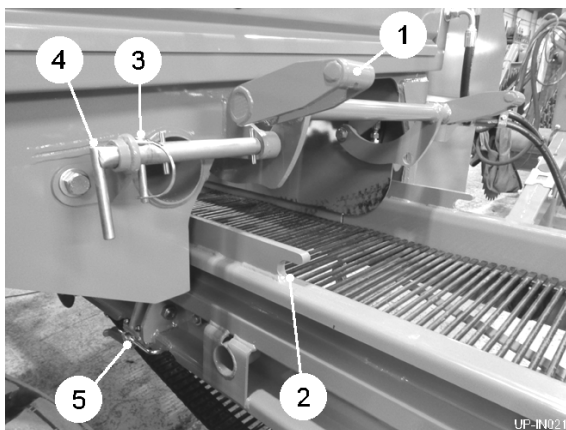

Fig 15
2. Når den er vandret, skal du løsne låsearmen (item 1, fig 15) fra krogpladen (item 2, fig 15).
3. Løft låsearmen (item 1, fig 15) fri af transportøren som vist.
4. Fjern sikringsklemmen (item 3, fig 15), og skub støttestangen (item 4, fig 15) ind i hullet i låsearmen. Udskift sikringsklemmen.
5. Til sidst låses transportbåndet sammen med bundlåsene (item 5, fig 15).
1. Lås transportørens bundlås op (item 5, fig 15).
2. Fjern sikringsklemmen (item 3, fig 15), og skub støttestangen (item 4, fig 15) ud for at frigøre låsearmen (item 1, fig 15). Genmonter sikringsklemmen.
Sæt altid fastgørelsesklemmen på igen for at holde støttestangen (item 4, fig. 15) væk fra låsearmen (emne 1, fig. 15). Manglende overholdelse af dette kan medføre alvorlig beskadigelse af transportøren, når den foldes sammen.
3. Sænk låsearmen (item 1, fig 15) på transportbåndet.
4. Brug de to eksterne afbrydere til at bevæge tværtransportøren for at aktivere låsearmen (item 1, fig 15) i krogpladen (item 2, fig 15).
5. Til sidst løftes transportøren forsigtigt, indtil den er i fuld kontakt med gummistoppet (item 6, fig 15).